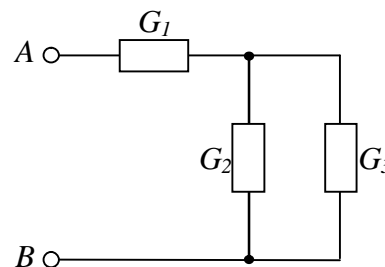

Рис. 1.17
**1.35.** У схемі електричного кола, зображеного на рис. 1.17, задане значення еквівалентної провідності кола  $G = 0,025$  Ом-1. Визначити провідність  $G_1$ , якщо  $G_2 = 0,01$  Ом-1  $G_3 = 0,04$  Ом-1.